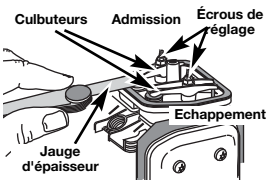

Fig. 41
- Le piston est au sommet de sa course lorsqu'on regarde par le trou de la bougie (Fig. 41)
L'écart de jeu recommandé pour l'admission et l'échappement est de 0,076 – 0,152 mm (0,003 – 0,006 po). Servez-vous d'une jauge d'épaisseur d'automobile standard de 0,127 mm (0,005 po). La jauge d'épaisseur devrait pouvoir glisser entre le culbuteur et la tige de soupape en rencontrant une faible résistance mais sans coller (Fig. 41 et 42).